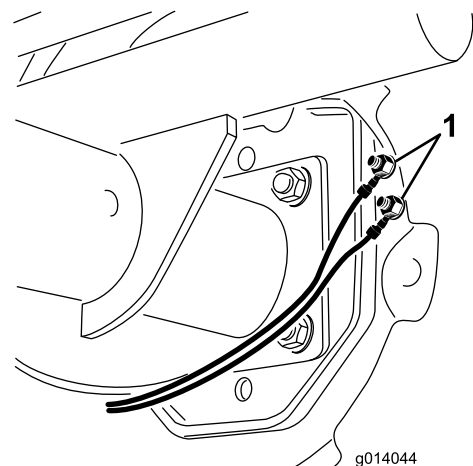

図 5
30. ナット 2 個を使って、ワイヤ・ハーネスのリング端子を、ブレーキ・シューのスタッドに接続する (図 5)。黒が上に、白が下にくる配線が正しい。ナットを締め付ける際には、レンチで回り止めしておくこと。